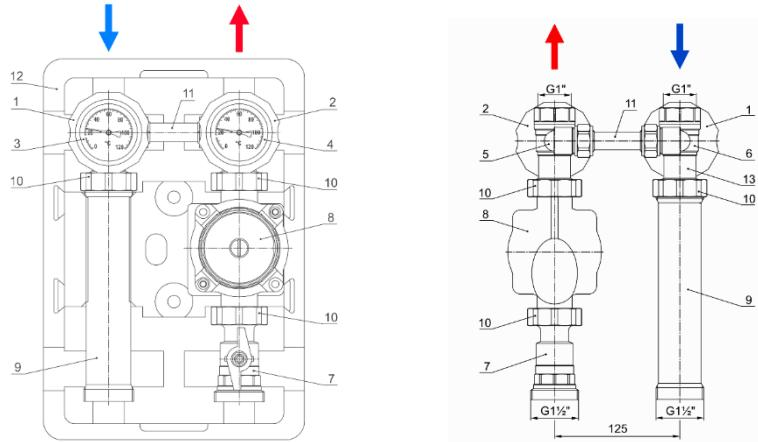

Рис. 1
**5.2.** Если требуется замена местами подающей и обратной линий, необходимо (рис.1):
- вынуть насосную группу из теплоизоляционного кожуха (12);
- открутить патрубок обратной линии (9) от шарового крана (6);
- открутить накидную гайку (10) шарового крана (5) и отсоединить насос (8) вместе с шаровым краном (7);
- извлечь обратный клапан (13) из шарового крана (6) и установить его в шаровой кран (5);
- прикрутить насос (8) к шаровому крану (6), а патрубок обратной линии (9) — к шаровому крану (5);
- снять с шаровых кранов (5) и (6) рукоятки (1) и (2) с термометрами (3) и (4) и поменять их местами;
- корпус теплоизоляционного кожуха (12) перевернуть на 180° и вставить в него получившуюся насосную группу;
- если вместо глухой перемычки (11) установлен перепускной клапан, то его необходимо демонтировать, перевернуть на 180° и смонтировать обратно. Стрелка на корпусе перепускного клапана должна быть направлена от подающей линии к обратной.